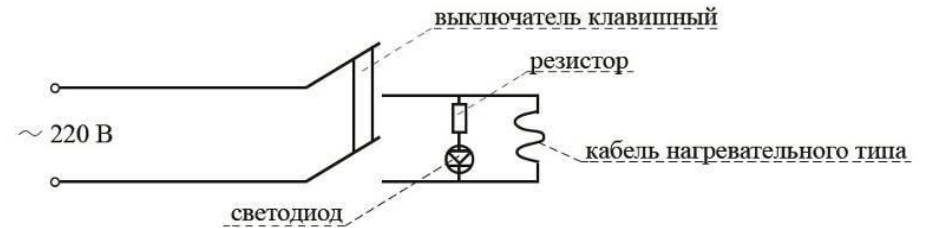

Рис.4.
5.1. Схема электрическая принципиальная полотенцесушителя электрического бытового представлена на Рис.4.